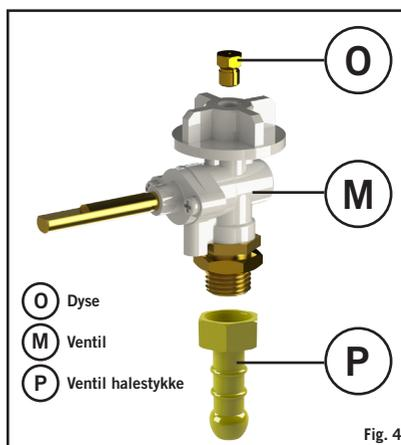

Fig. 4
- Skrue en slange med det rigtige gevind på hver ende, på det venstre 1/4" BSP gevind på ventilen (O) (fig.4). Fastgør en passende 50 mbar lavtryksregulator på slangens anden ende. Slangen skal være i overensstemmelse med DIN 4815 del 2 eller lignende.